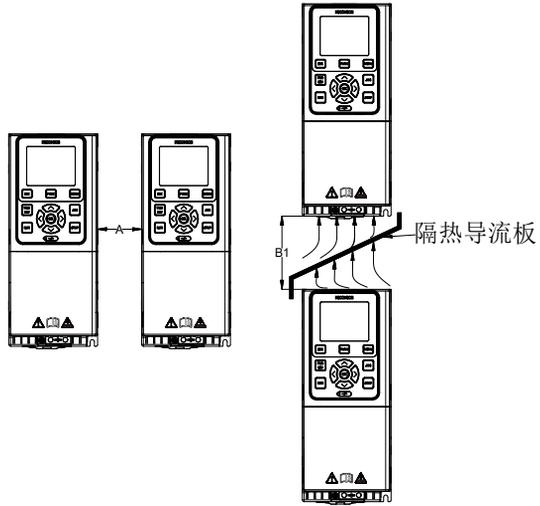

图2-20 C2~C8上下排安装图
1) 请垂直安装变频器，便于热量向上散发，但不能倒置。若柜内有较多变频器时，最好是并排安装，在需要上下安装的情况，请参考图2-20的示意，安装隔热导流板；